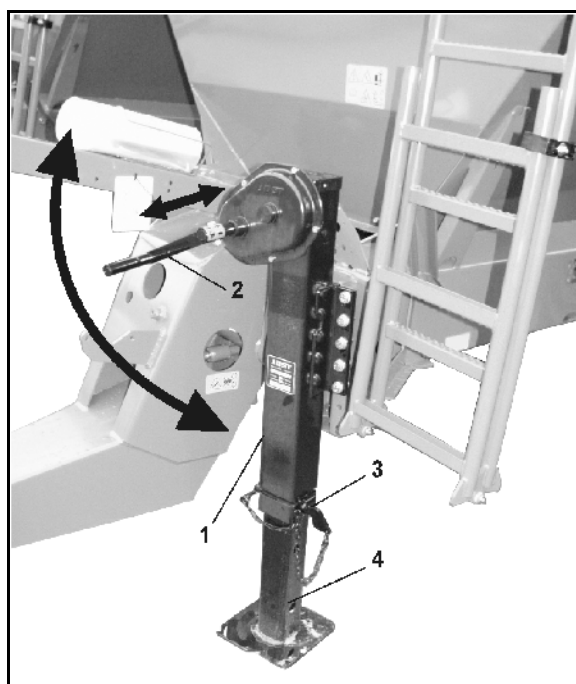

Bild 40
1. Veva upp stödfoten (Bild 40/1) med handveven (Bild 40/2) uppåt till anslag.
2. Dra ur bulten (Bild 40/3) från stödfoten.
4. Sätt in bulten i den undre hålet (Bild 40/4) och säkra den.
1. Håll fast stödfotens innerdel och dra ut bulten (Bild 40/3) ur stödfoten.
4. Veva stödfoten (Bild 40/1) med handveven (Bild 40/2) nedåt till anslag tills gaffeldraget av avlastat